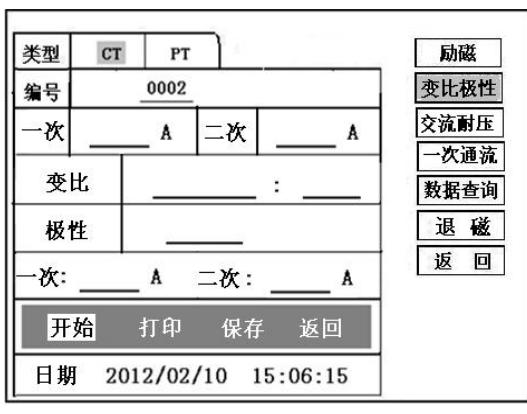
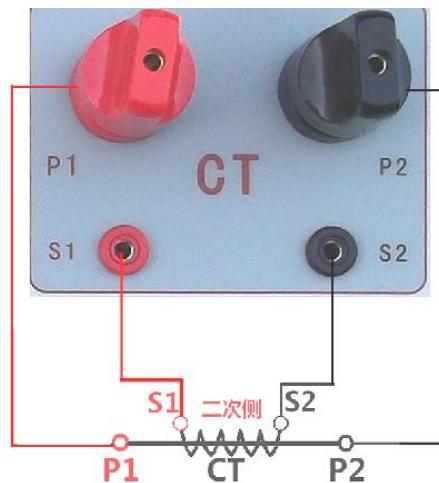

图 12, CT 变比极性测试界面
图 13 , CT 变比极性接线图
1) 参数设置：测试界面见图 12。
按照图 13 进行接线，CT 一次侧接 P1、P2，CT 二次侧接 S1、S2。进入 CT “变比极性” 测试界面，如图 12。设置完成后，合上“功率开关”，移动光标至“开始”选项，按下控制器，试验即开始。